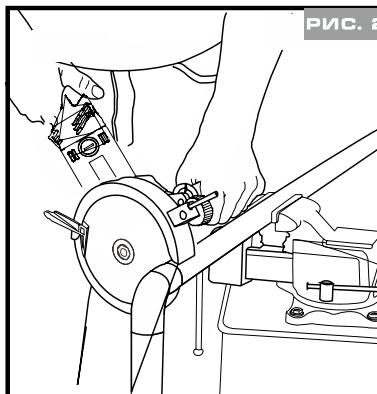

РИС. 2
- 3.Отсутствие надлежащей поддержки заготовки. Всегда обеспечивайте надлежащую поддержку, как показано на рис. 2.
- 4.Всегда обеспечивайте надлежащую поддержку перед началом резки. Это поможет избежать заклинивания дисков в материале (см. рис. 2).